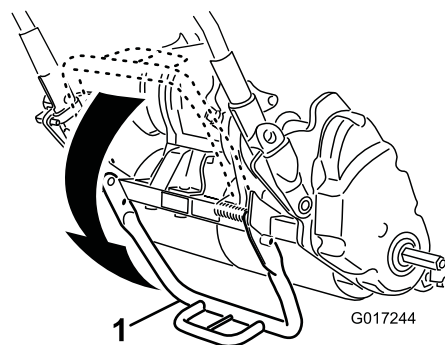

Figura 19
1. Baje el caballete con el pie, y tire hacia arriba del manillar hasta que el caballete haya girado hacia delante, pasando el centro del arco (Figura 19).